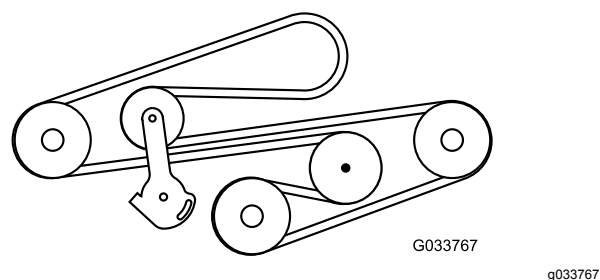

Figura 72
9. Montate la cinghia e disponetela come illustrato nella Figura 72.